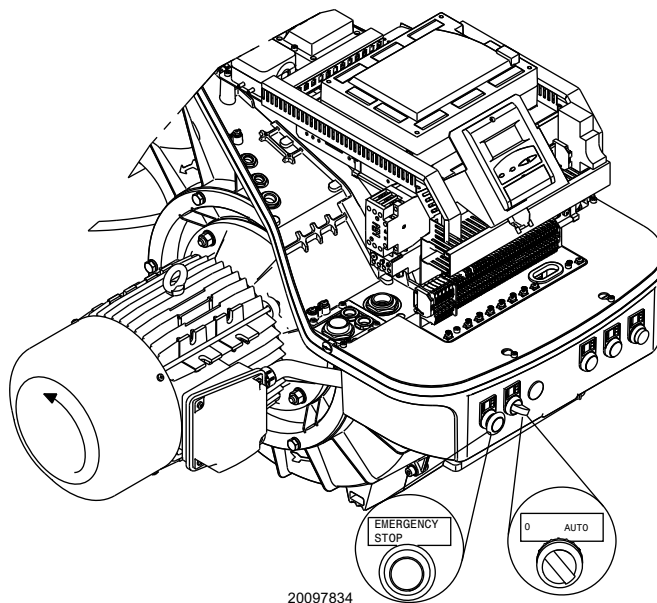

Рис. 21
Установите переключатель в положение «АВТ» (Рис. 21).
Когда горелка запустится, проверьте направление вращения двигателя, как показано на (Рис. 21).
➤ Установите выключатель Рис. 21 в положение «0» и подождите, пока автомат горения не выполнит процедуру отключения.
- при помощи выключателя 0-ABT на Рис. 21 на стр. 26.